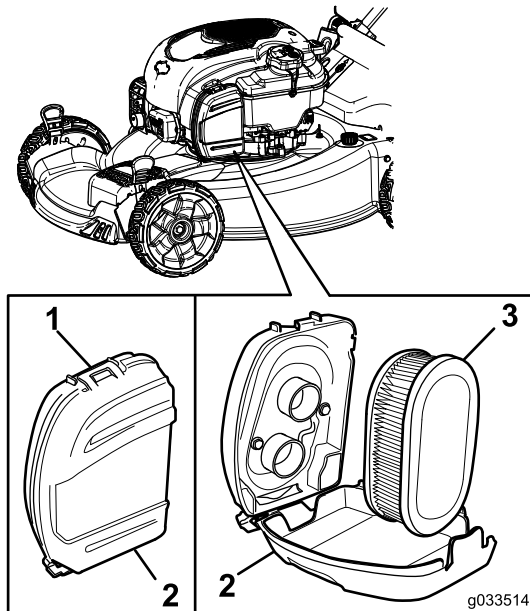

Figura 26
1. Sbloccate la parte superiore del coperchio del filtro dell'aria (Figura 26).
2. Rimuovete il filtro (Figura 26).